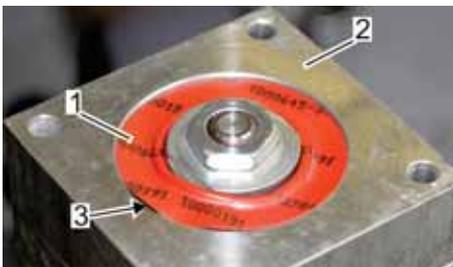

Abb. 98: Membranteller auf Sitz prüfen
14. Den korrekten Sitz (Abb. 98/3) des Membrantellers komplett (Abb. 98/1) im Zwischenflansch (Abb. 98/2) prüfen.